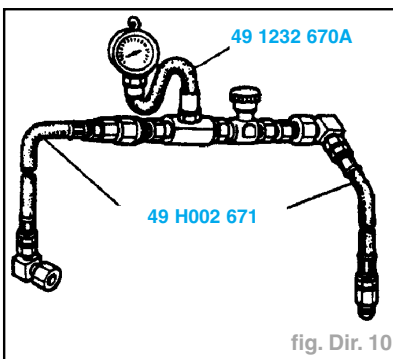

fig. Dir. 10
- Monter le manomètre et raccords comme l'indique le schéma (fig. Dir. 10).